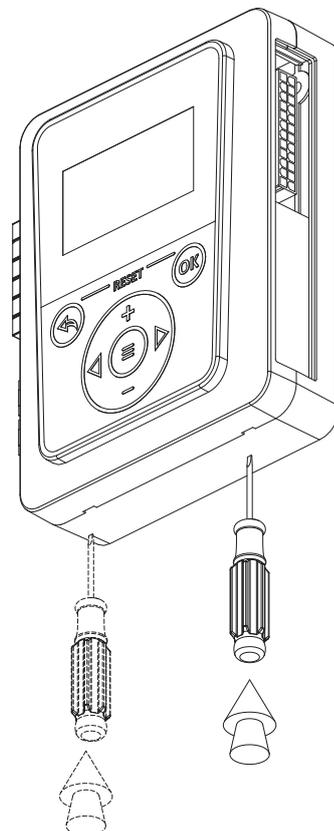

Рис.17 Демонтаж лицевой панели
2. Снимите лицевую панель контроллера, ослабив защелки с помощью отвертки (**Рис.17**);